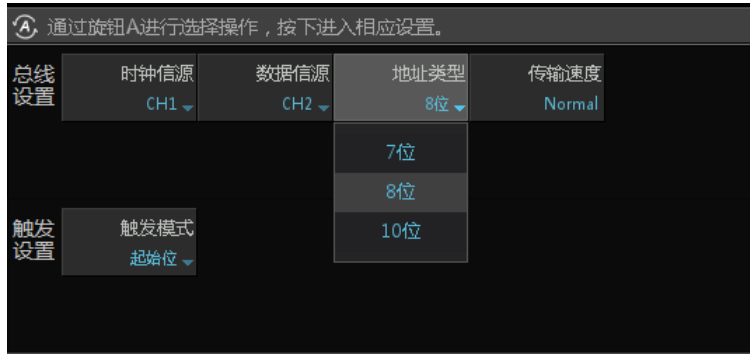

图 2.2 I2C 解码参数设置
- 用户按下【协议参数】软键，可以对协议参数进行设置，旋转旋钮 A 可选择参数，短按旋钮 A 后可进行参数修改，其中包括“总线设置”与“触发设置”，如图 2.2，通道 1 为时钟信源，通道 2 为数据信源，地址类型为 7 位，触发模式设为起始位。